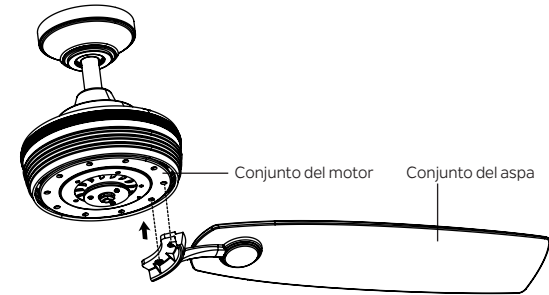

Figura 19
Paso 2. Fije el conjunto de aspas a los orificios ubicados en la parte inferior del conjunto del motor. Apriete los dos tornillos del motor preinstalados en el soporte del aspa. (Figura 19)